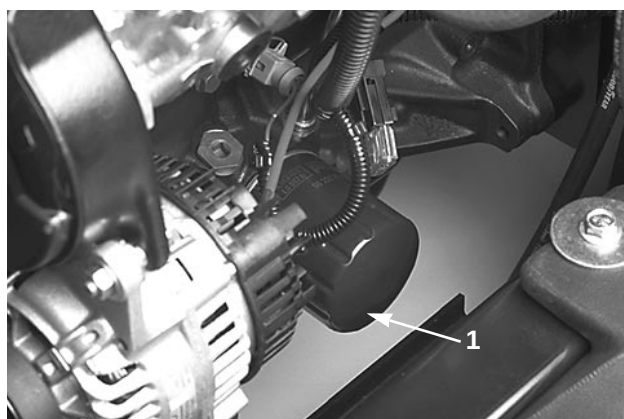

Fig. 22
2. Fjern oliefilteret (Fig. 22). Kom et tyndt lag ren olie på den nye filterpakning, før filteret skrues på. STRAM DET IKKE FOR MEGET.